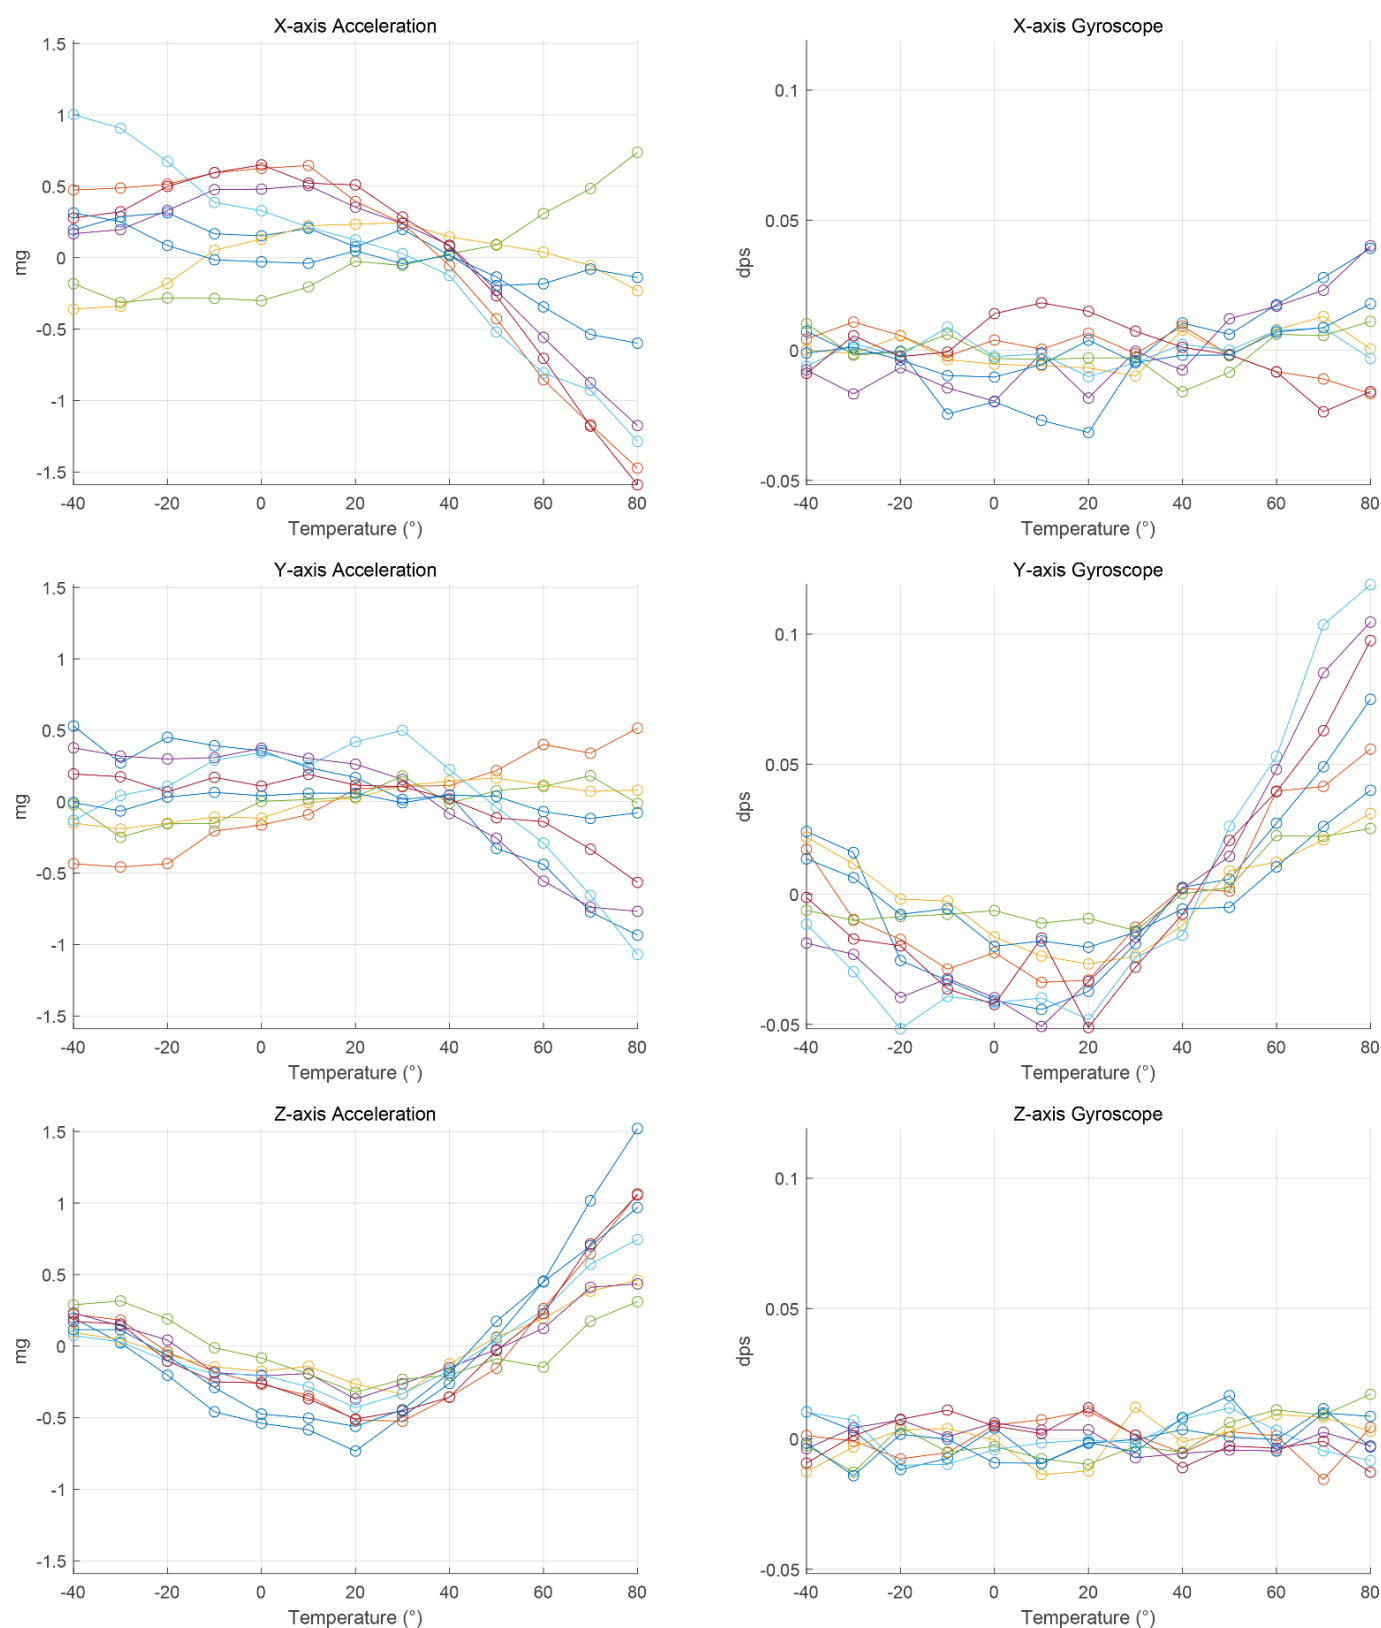

Figure7: Accelerometer and Gyroscope Temperature Compensated Curve
- Note4:** 超核实验室温箱转台测得，温升斜率小于 3°C/min，详细数据参考 Figure 7 温补曲线
Note3: 超核实验室温箱转台测得，温升斜率小于 3℃/min，详细数据参考 Figure 7 温补曲线